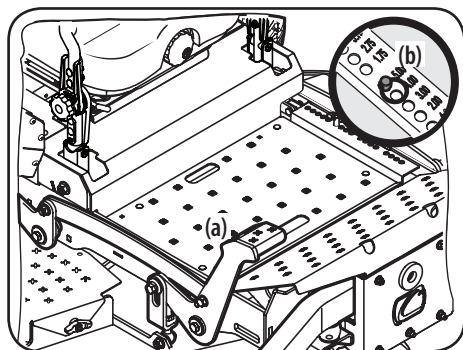

Figure 3-11
1. À l'aide de la pédale de relevage du plateau de coupe (a), relevez le plateau de coupe à la plus haute position. Placez l'axe de chape (b) dans le trou d'index qui correspond à la hauteur désirée, puis relâchez lentement la pédale de relevage du plateau de coupe (a). Voir Figure 3-11.